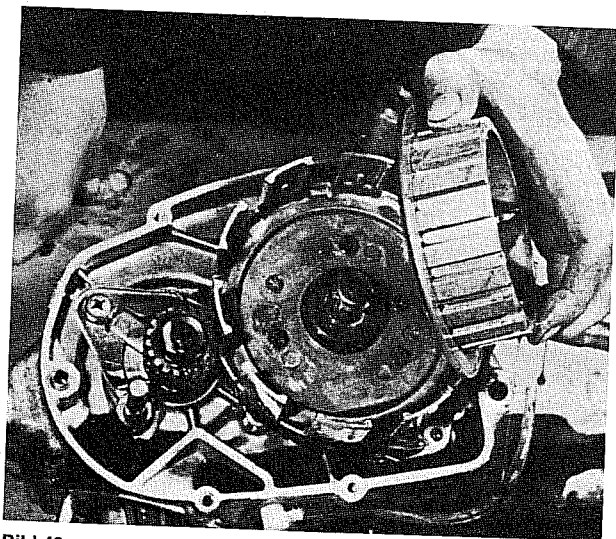

Bild 43
- Kupplungsnabe abnehmen (Bild 43).